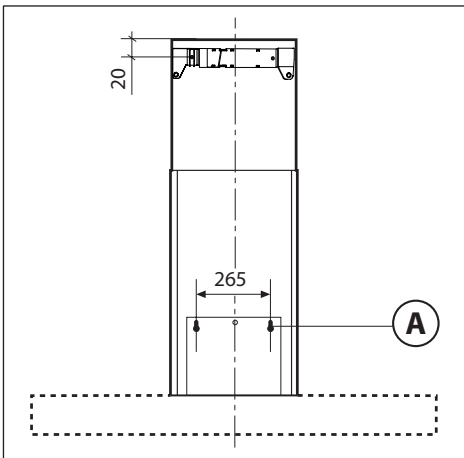
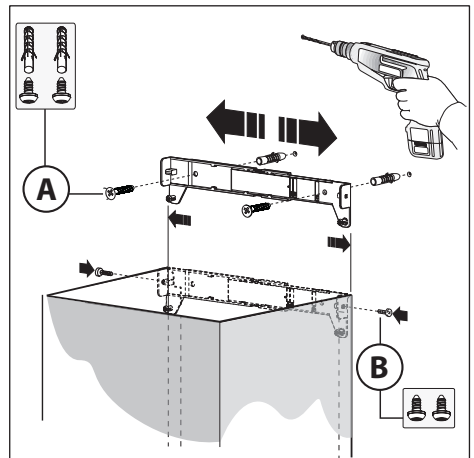

Fig.2
Fig.3
- Borra hålen **A** och ta hänsyn till de angivna måtten (Fig.2).
-Reglera bredden för överdelens fästen (Fig.3).
-Fäst sedan fästet i taket med skruvarna **A** (Fig.3) så att det är i linje med din spiskåpa och ta hänsyn till avståndet till taket som anges i Fig.2.
-Dra upp överdelen till fästet och fäst den med skruvarna **B** (Fig.3).